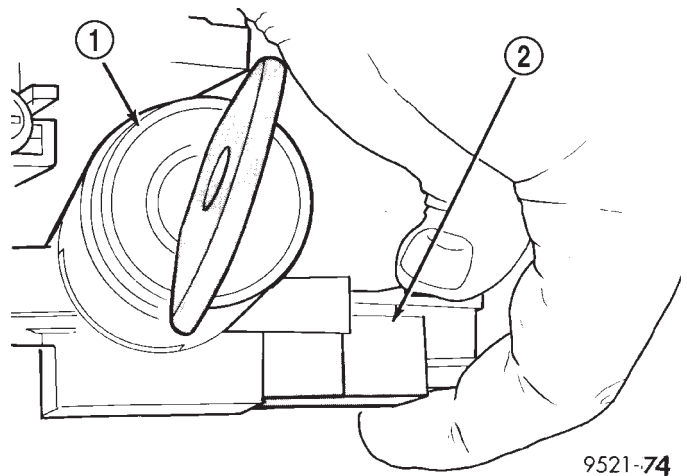

Fig. 280 Cable de interbloqueo
(4) Agarre firmemente el conector y el cable de interbloqueo. Retire el cable de interbloqueo (Fig. 280).